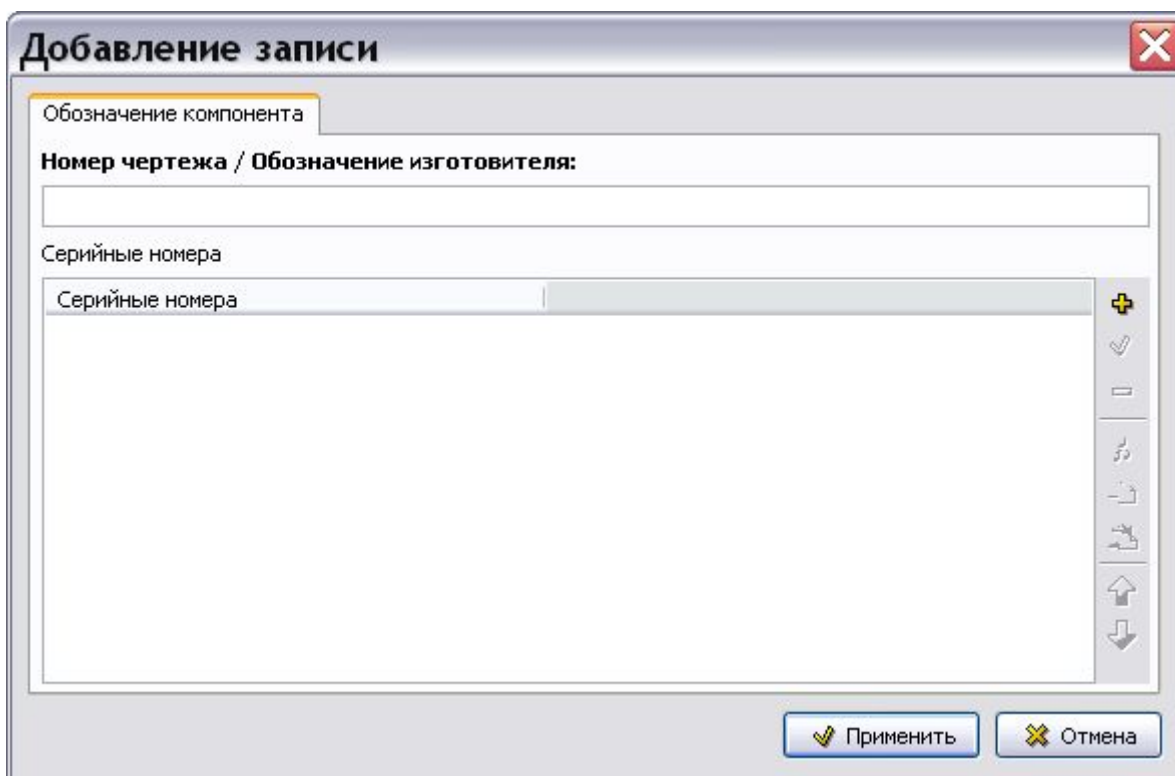

Рис. 7.12
1. Нажмите на кнопку **Добавить**  в правой части окна. После этого откроется диалоговое окно **Добавление записи** с вкладкой **Обозначение компонента** (Рис. 7.12).